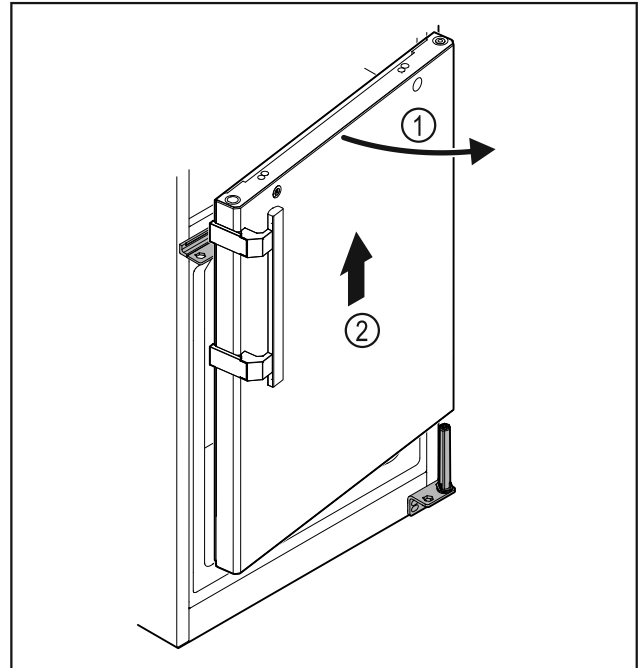

Fig. 33
- ▶ Слегка приоткройте дверь Fig. 33 (1), поднимите ее строго вертикально вверх приблизительно на 200 мм и снимите Fig. 33 (2).